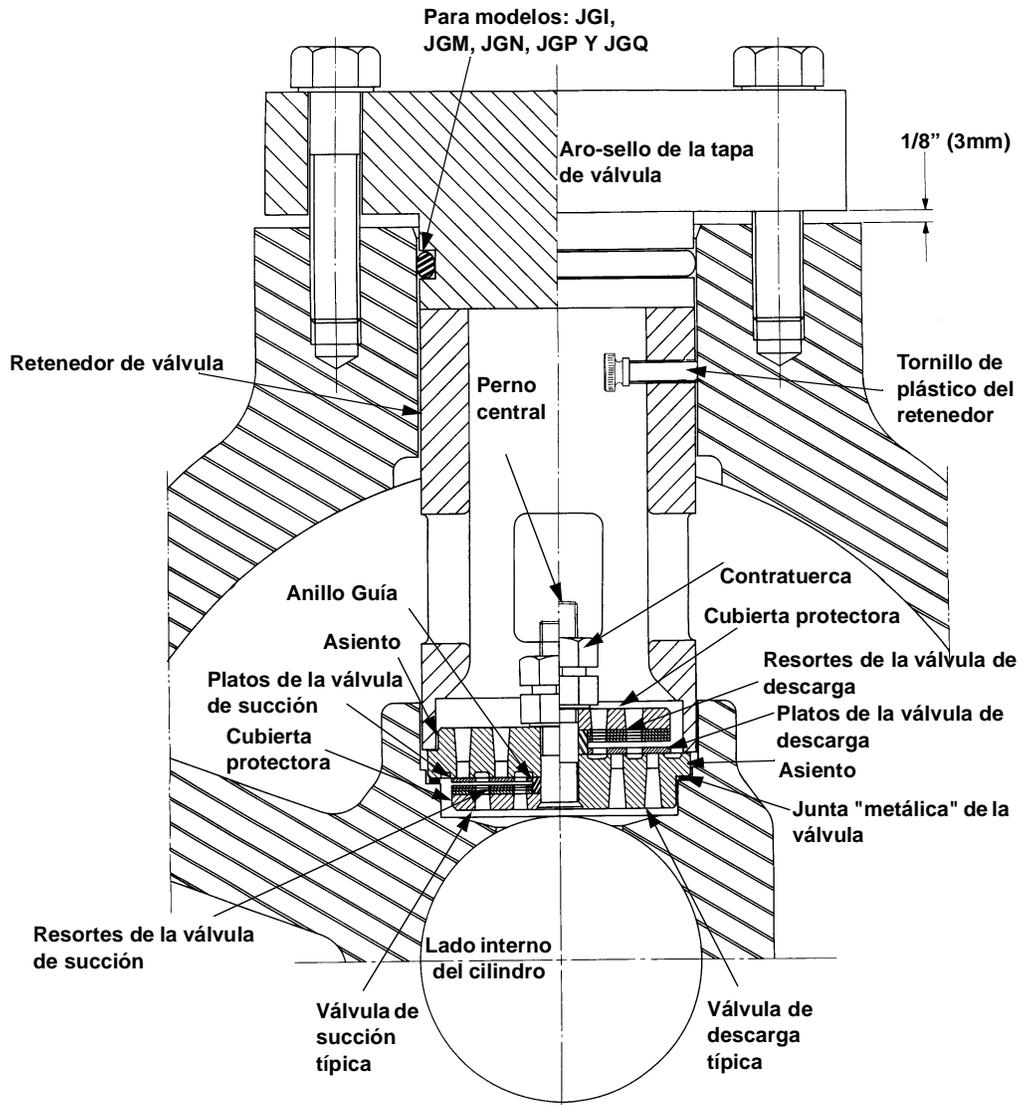

FIGURA 5-17: ENSAMBLES DE VÁLVULAS TÍPICOS
1. Afloje un poco los pernos, en cada tapa de válvula. Con todos los pernos sueltos, la tapa debe quedar en su posición original. ¡Si empuja hacia afuera por si sola detenerse!" tomar las medidas para descargar totalmente la presión del cilindro. Lea la precaución mas arriba. En la figura 5-17 en la página 5-31 se muestra un ensamble de válvula típica.